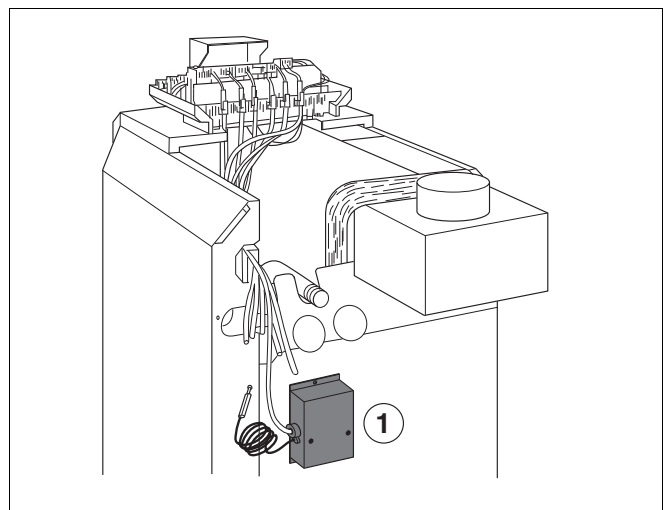

Abb. 2 Position Steuergerät G124 X - bzw. Gaz 5000F - 28 / 32
- Steuergerät der Abgasüberwachung mit zwei beiliegenden Blechschauben anschrauben (Abb. 2 bis 5).